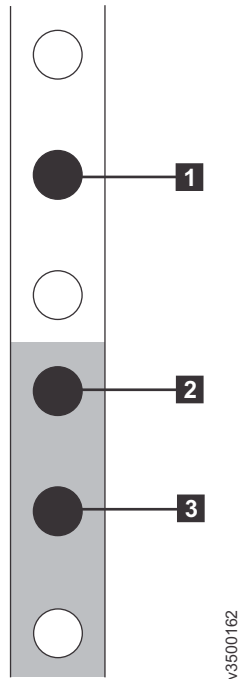

図 14. ラックの前面のホール位置
- 4. ラック・キャビネットの前面で作業する場合、サポート・レールを取り付けるラック内に 2 個の標準ラック・ユニット (2U) 分のスペースが確保されていることを確認します。 20 ページの図 14 は、前面の取り付け穴が識別された、2 つのラック・ユニットを示しています。